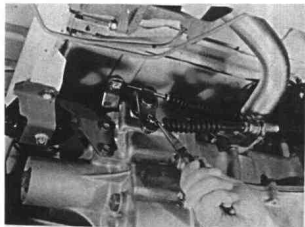

图 10-5
(8) 从离合器分离臂上拆下离合器钢索。
(9) 从变速器摇臂和钢索支架上拆下换挡钢索和选档钢索（图 10-5）。